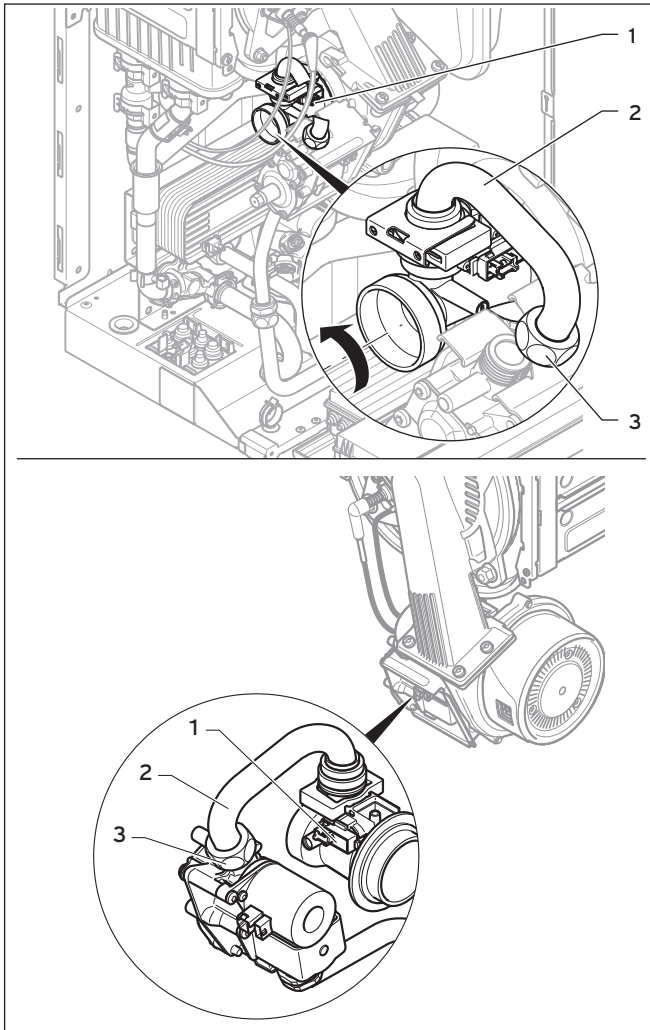

Fig. 2.1 Udsiftning af venturi og gennemstrømningsmåler
- Træk stikket ved venturiens sensor (**1, Fig. 2.1**) af, mens du trykker låsen ind.